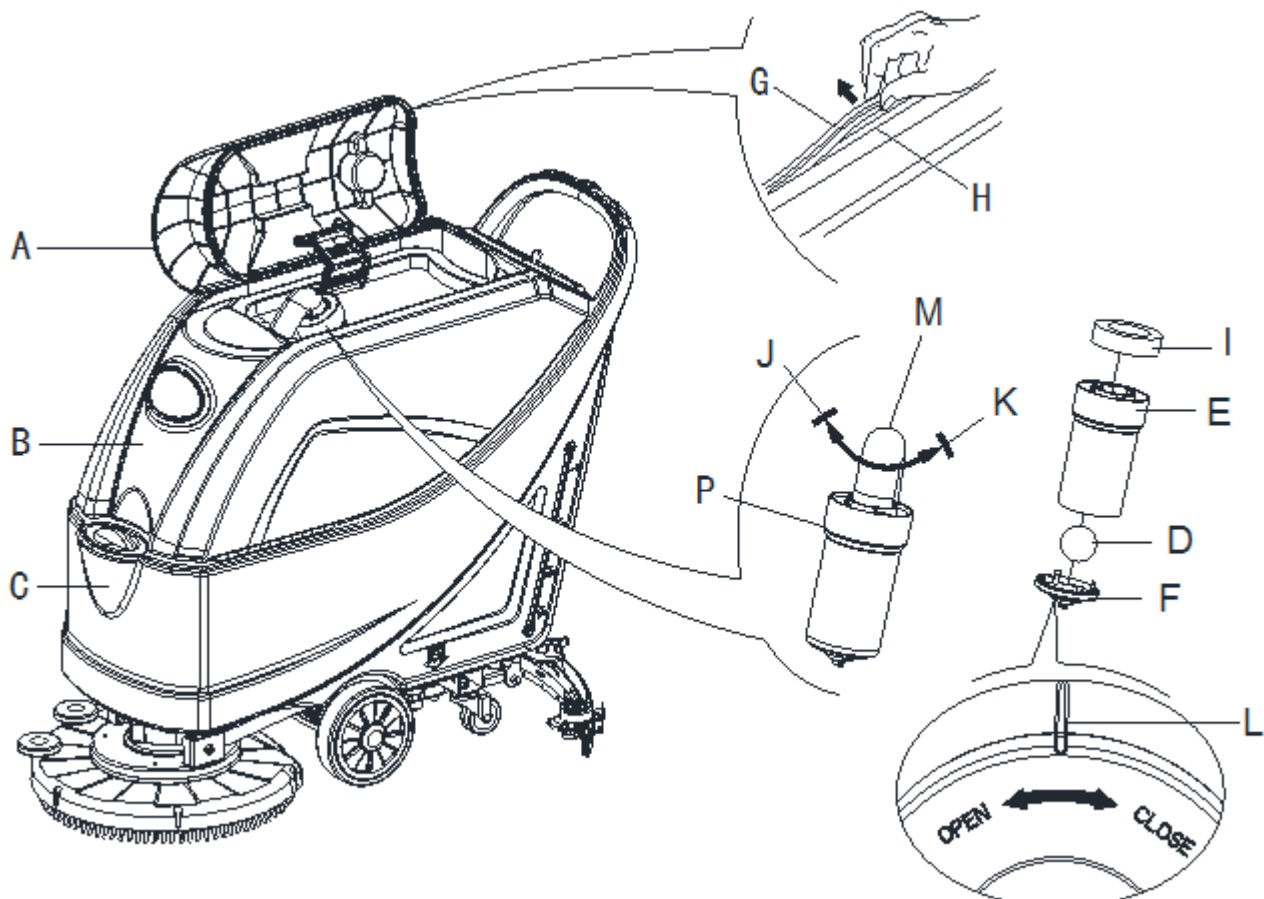

Figure 21
2. Faire en sorte que la machine soit éteinte et que la clé de contact (54) soit retirée.
3. Basculer le couvercle du réservoir de récupération (A, Figure 21) position -90 degrés où il peut être retiré du réservoir, puis enlever le filtre à flotteur (P) du réservoir.
5. Si nécessaire, suivre les symboles "OPEN" et "CLOSE" comme indiqué sur la (Figure 21) pour ouvrir le couvercle bas (F) du filtre à flotteur, puis nettoyer le filtre à flotteur (D), le cadre de support du filtre (E) et l'éponge du filtre (I). Après le nettoyage, fixer le filtre à flotteur (D) sur le cadre de support du filtre (E) puis aligner la rainure de marque (L) du capuchon de fond (F) du filtre à flotteur avec la rainure de marque (L) du cadre de support du filtre à flotteur (E). Visser fermement le capuchon de fond du filtre à flotteur, et fixer l'éponge du filtre (I) sur le cadre de support du filtre à flotteur (E). Enfin, le connecter au tuyau d'aspiration des eaux usées (M).
7. Vérifier si la surface de contact de la bande d'étanchéité (G) a une étanchéité suffisante. Si nécessaire, sortir la bande d'étanchéité du réservoir de la rainure (H) et la remplacer. Assembler la nouvelle bande d'étanchéité comme indiqué sur la (Figure 21), le joint devant être ramené dans la zone médiane.
8. Fermer le couvercle du réservoir de récupération (A).